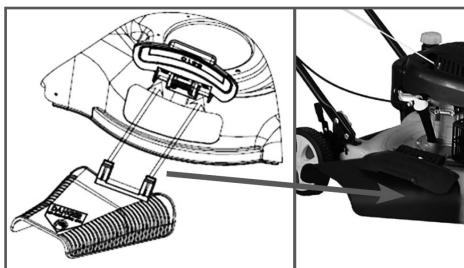

Рис. 5 Установка желоба бокового выброса
- Мульчирование. Для режима бокового выброса травы установите желоб бокового выброса (Рис. 5).